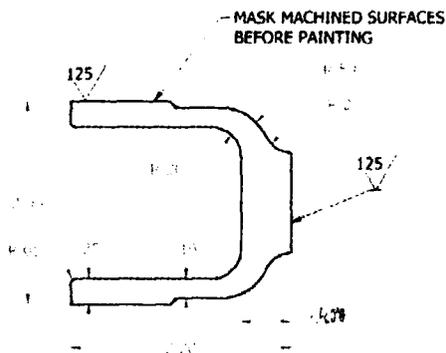

Рис. 6.16. Обозначения могут быть размещены на выноске
7. Щелкните правой кнопкой мыши, далее выберите **Далее** из контекстного меню и поместите шероховатость плоскости на полке. См. рис. 6.16.